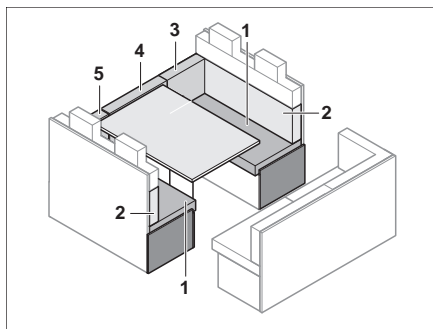

Fig. 135 Prima della trasformazione
- Rimuovere i cuscini dello schienale (Fig. 135,3,4 e 5) e riporli di lato.